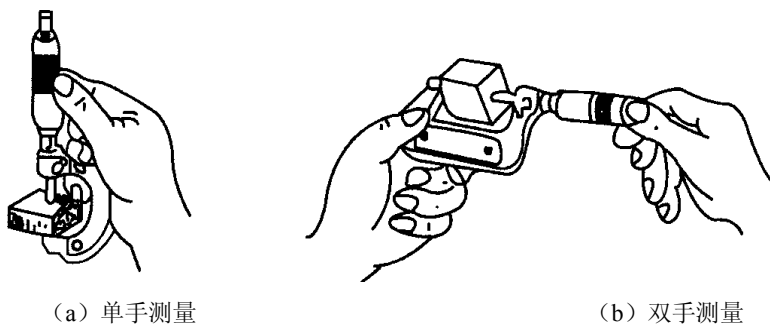

图 1-15 千分尺的读数方法
- (1) 测量前, 应将千分尺的砧座和测微螺杆的测量面擦拭干净, 并检查零位的准确性。
- (2) 测量时, 将零件的被测表面擦拭干净, 以保证测量准确。千分尺要放正, 先转动活动套筒, 张开距离略大于被测尺寸, 当测量面接近工件时, 改用测力装置, 至测力装置内棘轮发出“吱吱”声音时为止, 即可读出读数。测量方法如图 1-15 所示。